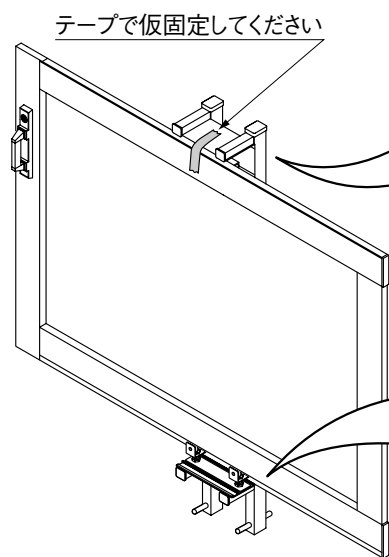

図5-1
- ❸ 本体パネルの中央部分で仮固定してください（図5-1参照）